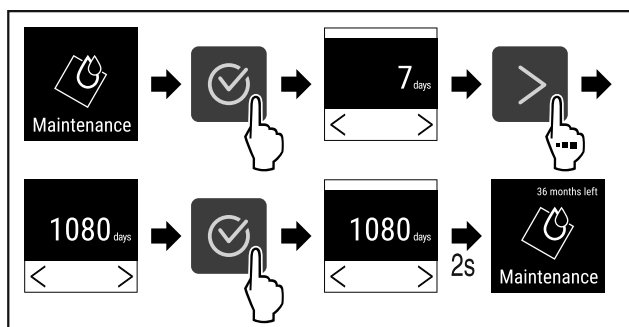

Fig. 78
- ▶ Genomför handlingsstegen (se Fig. 78).